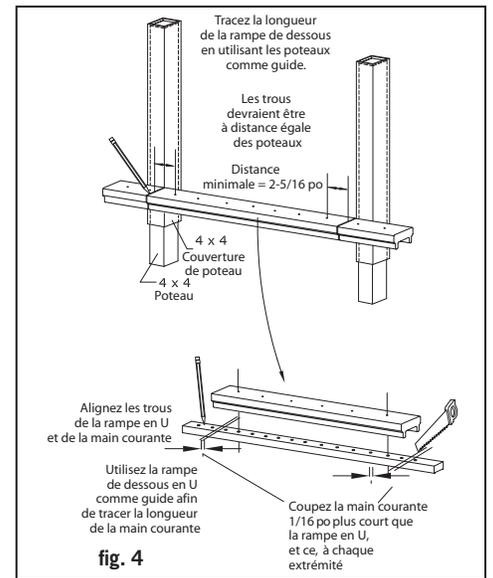

fig. 4
Step 7: Note! To ensure the balusters are installed plumb, the holes between the rail sections must all be aligned. Using the trimmed lower rail as a guide, set one inner rail in the trimmed bottom rail and align the pre-drilled holes. Mark the cut lines on the inner rail with a pencil. **Note! To allow for the thickness of the brackets, the inner rails should be 1/8" shorter than the outer rails with all holes equally spaced.** Remove an additional 1/16" from the pencil mark on each end and trim the inner rail to length. Repeat for the second inner rail (fig. 4).
Étape 6 : *Note!* Afin d'être certain que l'espacement entre les balustres soit le même, les éléments de la balustrade doivent être taillés à chaque extrémité. Utilisez une rampe de dessous en U préperçée comme guide. Placez celle-ci côte à côte avec la couverture de poteau et la rampe de centre afin d'assurer que les trous préperçés les plus éloignés soient à distances égales des couvertures de poteaux. **Assurez-vous que les trous soient à une distance minimale de 2-5/16 po de chaque poteau.** Tracez les intervalles entre les poteaux sur la rampe en U et taillez afin que tout s'agence parfaitement (fig.4).
Étape 7 : *Note!* Afin d'être certain que les balustres soient de niveau, les trous entre les sections de rampes doivent être alignés. Utilisez une rampe de dessous taillée comme guide. Placez une main courante à l'intérieur de la rampe de dessous et alignez les trous préperçés. Tracez la longueur des entailles sur la main courante. *Note!* Afin de laisser de la place pour les supports, la main courante devrait mesurer 1/8 po de moins que la rampe en U. Les trous doivent tout de même être alignés. Enlevez un autre 1/16 po à partir de la marque de crayon précédemment tracée à chaque extrémité et taillez la main courante de la bonne longueur. Faites la même chose pour l'autre main courante (fig.4).